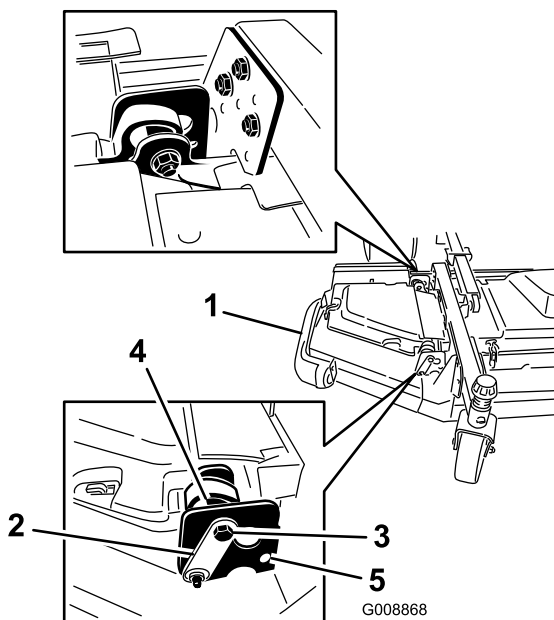

Figura 4
4. Instale os parafusos de paragem dianteiro e traseiro através dos orifícios de montagem superiores e dos excêntricos (Figura 4).